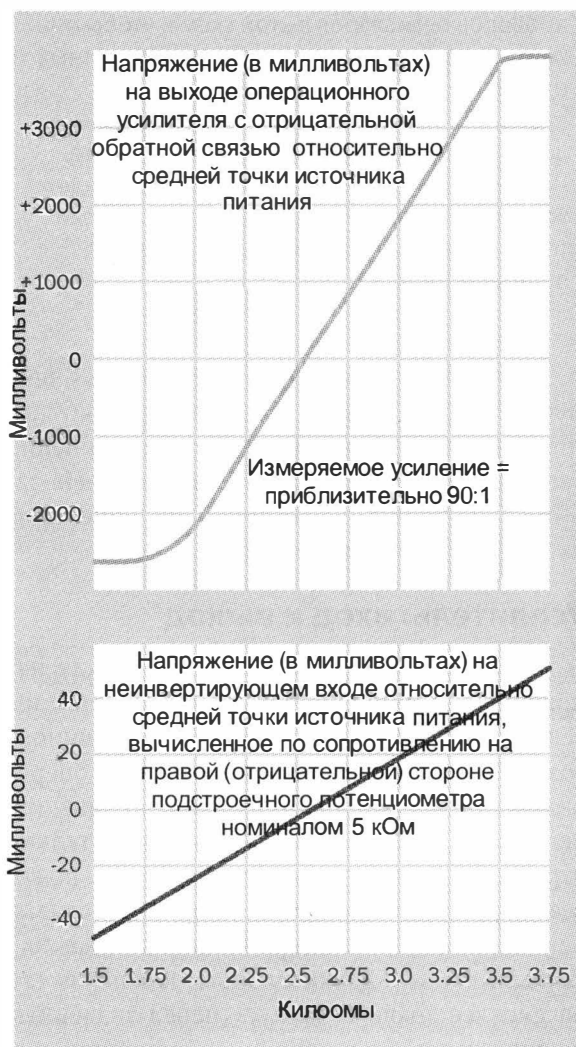
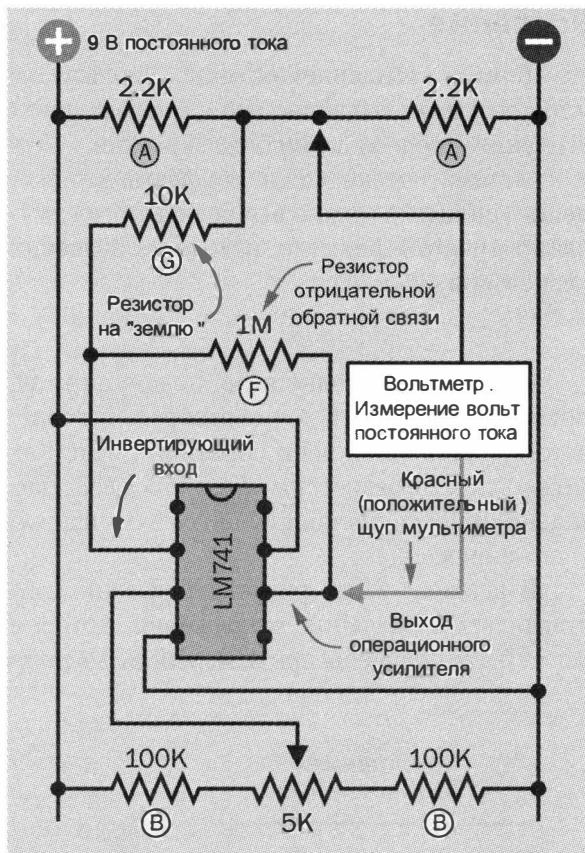
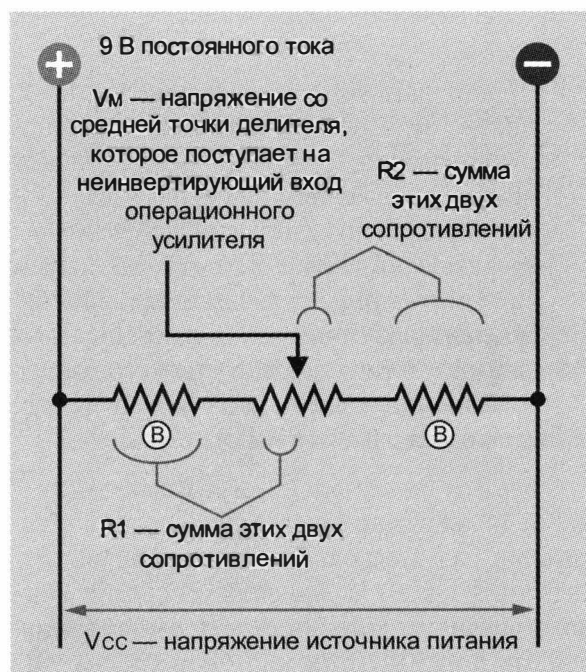

Рис. 11.3. В результате организации отрицательной обратной связи теперь центральная часть кривой входа (внизу) правильно воспроизводится кривой выхода (вверху)
Рис. 11.4. Предыдущая схема (см. рис. 11.3), модифицированная добавлением двух резисторов для создания отрицательной обратной связи
Рис. 11.9. Напряжение на неинвертирующем входе операционного усилителя можно вычислить, если известны значения, обозначенные на этой схеме
Такое воспроизведение демонстрирует график на рис. 11.3. Здесь линейный вход вызывает почти точно соответствующий ему линейный выход. Такое поведение — именно то, что нам требуется, и добиться его на удивление легко.
2. Подключите в схему два резистора, обозначенные «F» и «G» на принципиальной схеме (рис. 11.4).
Итак, указанные изменения схемы выполнены. Теперь при поворачивании регулятора подстроечного потенциометра вольтметр должен отображать более плавное изменение выходного напряжения, и показания его не должны прыгать от одного крайнего значения к другому. На графике выходного напряжения (таком, как верхний график на рис. 11.3), как правило, имеются некоторые незначительные отклонения (которые могут быть на приведенной здесь кривой и невидимы), но я полагаю, что они являются всего лишь результатом погрешностей процесса измерения. Каждое гнездо безопасной макетной платы обладает определенным небольшим сопротивлением, и даже простое покачивание компонентов в гнездах может, хоть и в незначительной степени, изменять показания замеров.
В схеме отрицательной обратной связи присутствует также дополнительный фактор в виде резистора заземления, обозначенного буквой «G» на рис. 11.4. Через этот резистор некоторая часть сигнала отрицательной обратной связи направляется на среднюю точку (то есть, на «землю» в нашей схеме) делителя напряжения «А». Иными словами:
Возвращаясь снова к верхнему графику на рис. 11.3, заметим, что линия графика на обоих ее концах становится горизонтальной. Это позволяет предположить, что плавное линейное усиление здесь нарушается. На самом деле так оно и есть, и по очень серьезной причине. Диапазон значений выходного напряжения операционного усилителя не может превышать максимального и минимального напряжения источника питания. В действительности, максимальное и минимальное выходные напряжения всегда будут слегка меньшими, чем диапазон напряжений источника питания, поскольку операционный усилитель должен сам потреблять немного энергии, чтобы выполнять свою работу. Соответственно, при превышении входным сигналом определенного уровня, уровень выходного сигнала прекращает повышаться. Когда это происходит со звуковым сигналом, мы слышим искажения в его воспроизведении.
На рис. 11.8 приведена таблица входных и соответствующих выходных напряжений, которые я замерил для разных значений подстроечного резистора в схеме на рис. 11.4. Эти данные были использованы для построения графиков на рис. 11.3, по которым я вычислил усиление моего операционного усилителя.
Рис. 11.8. На основе этих фактических значений были построены предыдущие графики (см. рис. 11.3), иллюстрирующие работу операционного усилителя с отрицательной обратной связью
- **Этап 3.** На основе данных таблицы выполняется построение двух графиков, наподобие приведенных на рис. 11.3.
Шаг 1. Извлеките подстроечный потенциометр из схемы и измерьте сопротивление между его скользящим выводом (тем, который посередине) и выводом, подключенным к резистору правого плеча делителя напряжения «В» (см. рис. 11.4). Отрегулируйте подстроечный потенциометр, чтобы это сопротивление было равно 1,5 кОм (1500 Ом).
реключить ваш мультиметр на измерение вольт), подключив щупы к схеме в точках, показанных на рис. 11.4. Обязательно убедитесь в том, что красный («плюс») и черный (общий) щупы подключены к схеме в указанных точках. При считывании показаний вольтметра обращайте внимание на наличие перед значением знака «минус».
мультиметра. Но, поскольку это невозможно, я решил показать вам, как это делается, с помощью схемы, приведенной на рис. 11.9. Она представляет собой часть схемы из рис. 11.4, которая содержит делитель напряжения «В».
Здесь нам нужно узнать напряжение в средней точке делителя напряжения, обозначенное как V_m . Это то же самое напряжение, которое подается на неинвертирующий вход операционного усилителя. Мы получим значение этого напряжения по трем значениям, обозначенным на рис. 11.9 как V_{cc} , $R1$ и $R2$, поскольку резисторы $R1$ и $R2$ составляют делитель напряжения. Обратите внимание на то, что $R1$ — это сопротивление левого резистора делителя *плюс* сопротивление левой части подстроечного потенциометра, а $R2$ — сопротивление правого резистора делителя *плюс* сопротивление правой части подстроечного потенциометра.